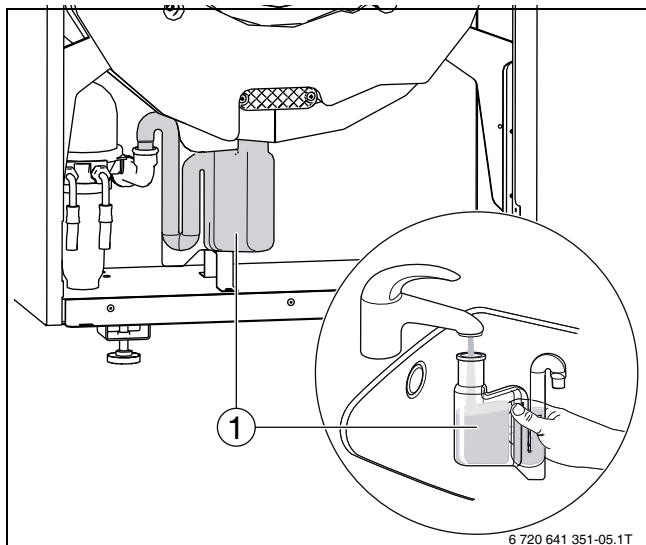

Bild 22 Siphon mit Wasser befüllen
- Siphon (→ Bild 22 [1]) nach oben aus dem Kondensatablaufrohr ziehen.